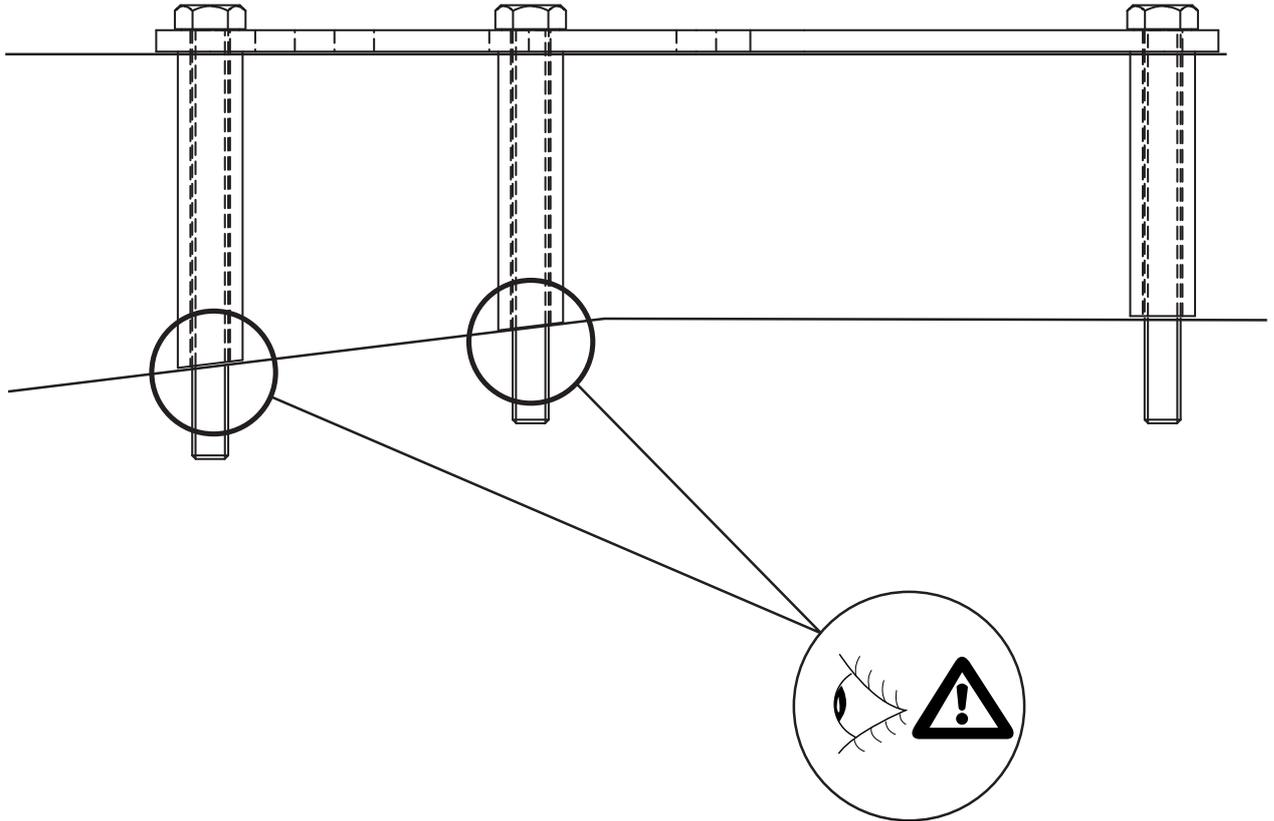

Fig.5
11. Посадить упорные кронштейны и распорные втулки на болты, затем вставить все детали в только что просверленные отверстия. См. рисунок 5.